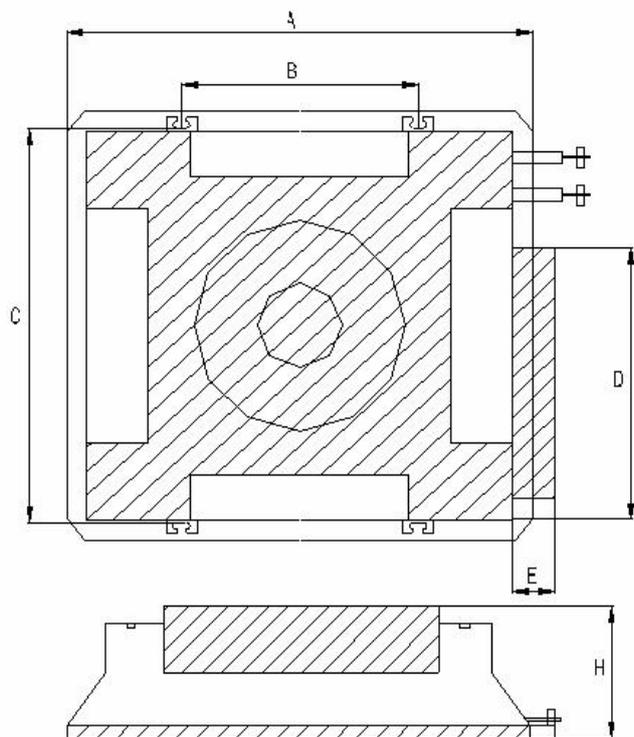

Fig.7
1. Utilice la plantilla de instalación (provista con el panel) para determinar la posición del bulón de suspensión. En la Fig. 7 y la Tabla 1 se indica la relación de dimensiones.